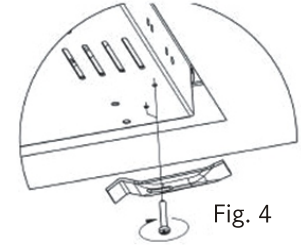

Fig. 4
- 2 - Apertar os suportes de fixação (fornecidos) parafusando com delicadeza (Fig. 4);